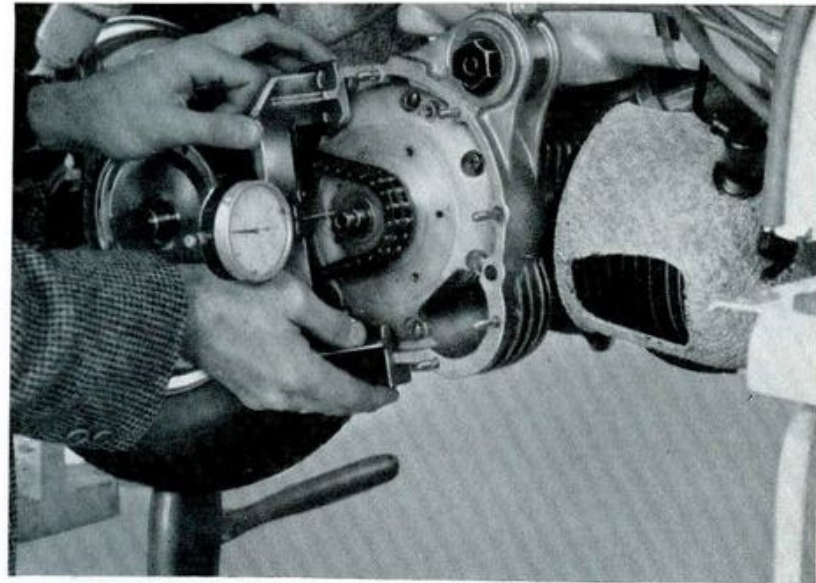

Fig. 24
- c) si piazzino ora l'attrezzo n. 57865 nella posizione indicata dalla fig. 24 e si esegua la lettura.